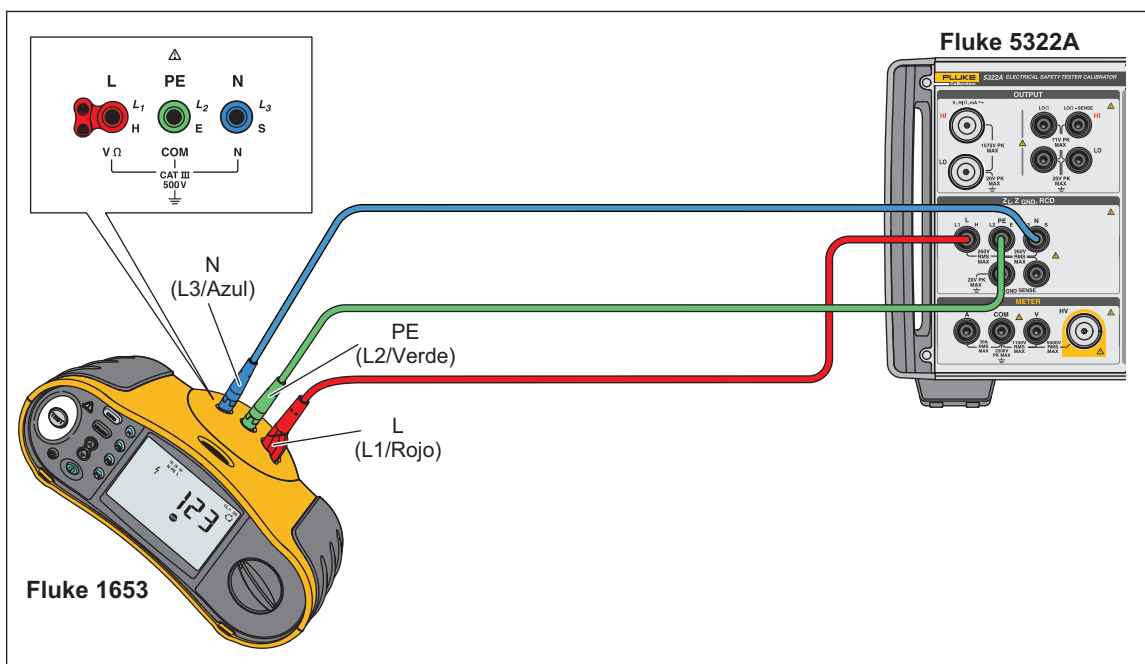

Figura 49. Calibración del tiempo de disparo y corriente de disparo del RCD
2. Conecte el DUT a los terminales **L**, **PE** y **N** del Producto, como se muestra en la figura 49.
1. Conecte el DUT a los terminales **L**, **PE** y **N** del Producto, como se muestra en la figura 49.